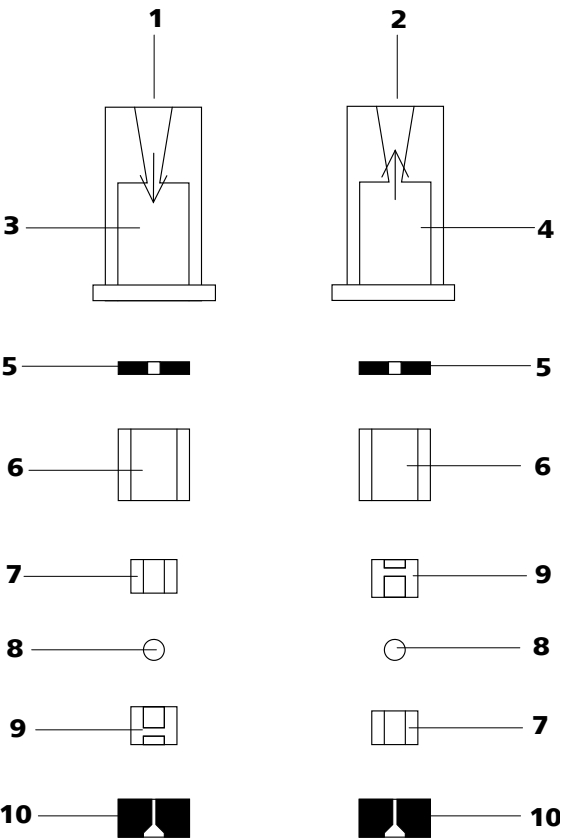

Figura 43 Componentes da válvula de entrada e da válvula de saída
- As válvulas de entrada e de saída são constituídas pelos mesmos componentes, estando os mesmos ordenados apenas de modo diferente (ver figura 43, página 82).
Montar novamente os componentes da válvula *de acordo com a figura 43, página 82*.
- Colocar os restantes componentes da válvula, uns sobre os outros, na sequência correta (*ver figura 43, página 82*).
Se não for este o caso, a válvula terá que ser desmontada novamente e montada de novo corretamente (*ver figura 43, página 82*).